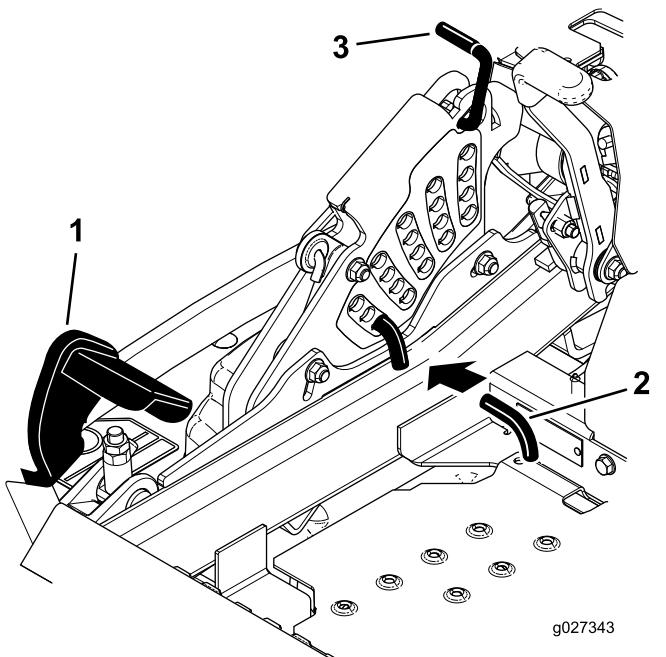

Figura 96
- Empuje el pedal de elevación de la carcasa hacia delante del todo; la carcasa se enganchará en la posición de transporte de 14 cm (5½") (Figura 96).